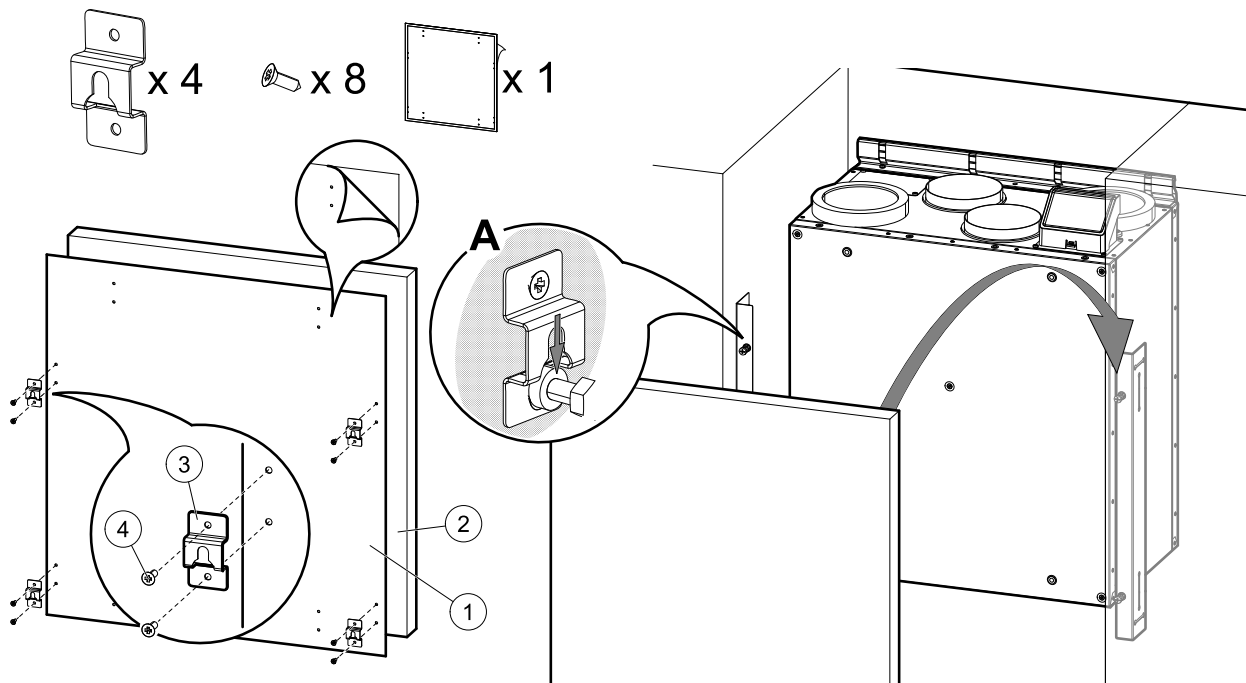

Bild 18 Installation der Modulhaken und Einbau der Frontplatte
2. Befestigen Sie die vier Modulhaken an den Ecken der Frontblende des Küchenmöbels. Aufkleber mit Markierung der Löcher (Abbildung 18, Pos. 1) ist im Lieferumfang enthalten. Die markierten Löcher sind zur Kennzeichnung der Position für die Schrauben zur Befestigung der Modulhaken. Den Aufkleber auf die Rückseite der Frontblende des Küchenmöbels kleben, Abbildung 18, Pos. 2). Die Größe des Aufklebers entspricht der des Gerätes. Falls die Frontblende größer als der Aufkleber ist, markieren Sie manuell die Abstände zu den Ecken.
Wenn die richtige Position gefunden ist, befestigen Sie die vier Modulhaken (Abbildung 18, Pos. 3) mit je zwei Schrauben (Abbildung 18, Pos. 4). Hängen Sie die Frontplatte des Küchenmöbels an die vorstehenden Schrauben (Abbildung 18, Pos. A).